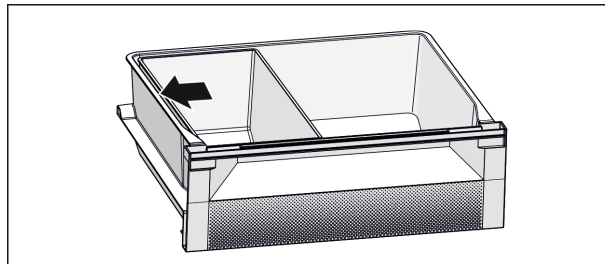

Fig. 6
- Позиціонувати ящик Fish & Seafood. Із зображеним положенням *Fig. 6 ()* Ви отримуєте оптимальну функцію охолодження.